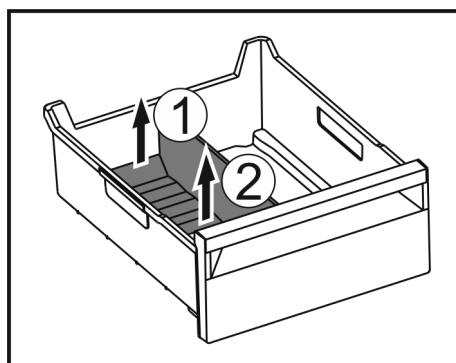

Fig. 176
- Ridicați partea posterioară a separatorului pentru compartimentul de gheață. Fig. 176 (1)
- Scoateți separatorul pentru compartimentul de gheață în sus. Fig. 176 (2)